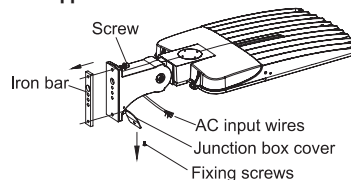

Figure 4
4. Retirez les vis avec un tournevis. Mettez de côté la barre de métal pour une utilisation future. Retirez les vis de fixation pour ouvrir le couvercle de la boîte de connexion. Faites passer les fils d'entrée CA de l'appareil à travers la boîte de connexion, comme illustré à la Figure 4.